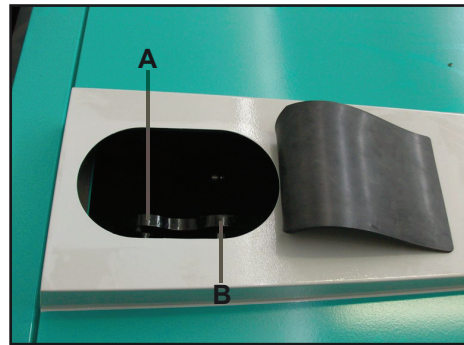
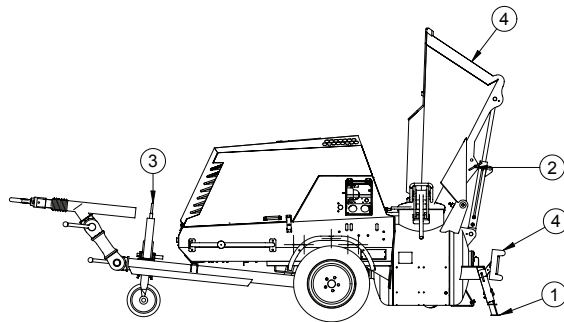

ABB.3
ABB.4
## 8. TRANSPORTIERBARKEIT (Abb. 3)
**!** - Der Beschicker muss vor jedem Transport mit dem Bolzen (Bez. 2, Abb. 4) gesichert werden. Die Maschine anhand der hierfür vorgesehenen Hubpunkte über der Kabine transportieren (Abb. 3). Befestigungspunkt A für Maschine OHNE Beschicker, Punkt B für Maschine MIT Beschicker.
**!** - Achtung! Die Maschine darf ausschließlich anhand der in Abb. 3 gezeigten Hubpunkte angehoben werden. Eine für das Gesamtgewicht der Maschine (vgl. Tab. 1) geeignete Hubvorrichtung verwenden.
### 9. INSTALLATION (Abb. 4)